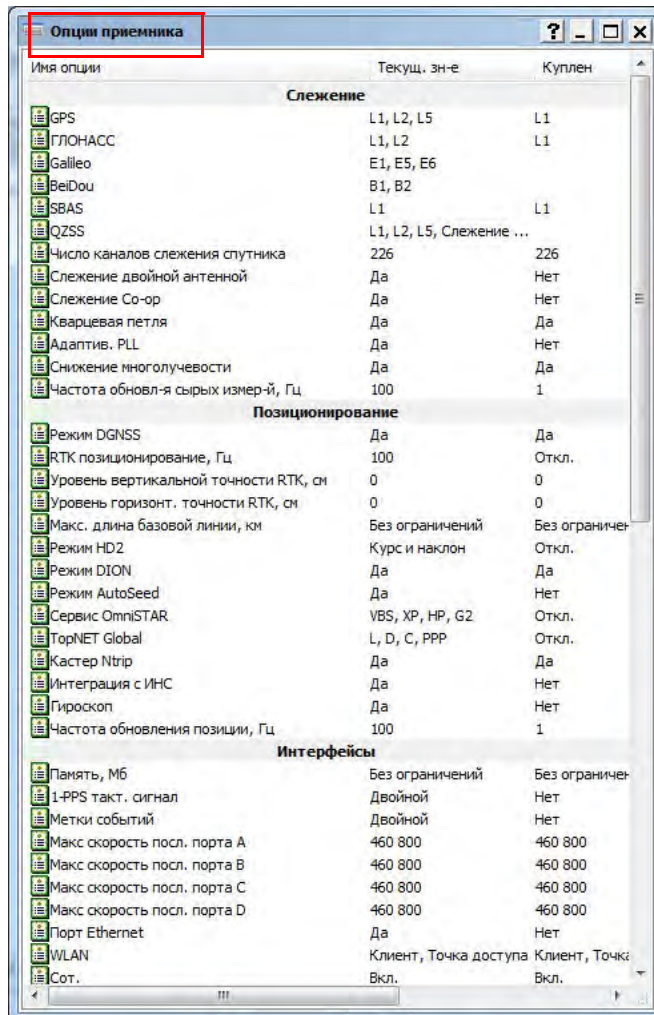

Рисунок 5-5: Опции приемника
5. Кликните по иконке **Опции**  в главном окне. Откроется окно **Опции приемника** (Рисунок 5-5), где Вы можете увидеть текущие параметры авторизации и загрузить новые.